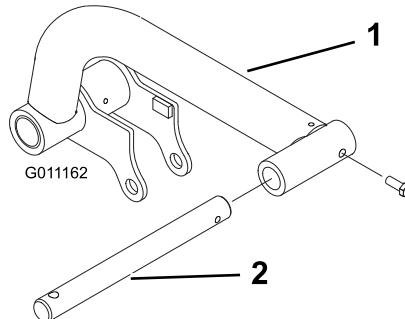

Figura 9
1. Inserite un'asta orientabile in ogni braccio di sollevamento e allineate i fori di montaggio (Figura 9).